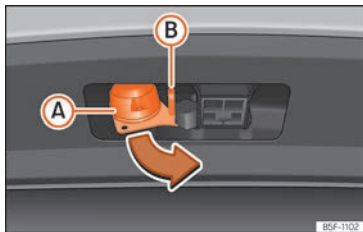

Fig. 306 Girar el conector de 13 contactos
- Agarre el conector por la zona (A) y extráigalo en el sentido de la flecha »» fig. 306.
- Abra la tapa del conector (A) y conecte el remolque »» fig. 306.
- Enganche el cable de retención del remolque en el ojal de seguridad »» fig. 306 (B). Al engancharlo, el cable de retención debe **combarse** en todas las posiciones del remolque frente al vehículo (curvas pronunciadas, marcha atrás, etc.).